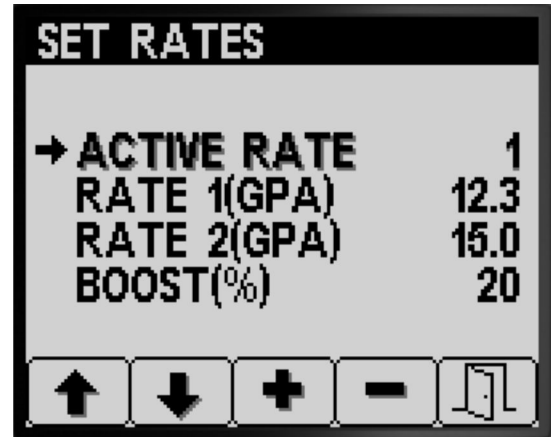

図 5
- ボタン 1 と 2 でアクティブレート間の移動 図 5。
- ボタン 4 はアクティブレートの入力 図 5。
- ボタン 3 と 4 は、プログラムされたアクティブレートをRATE 1またはRATE 2にセット 図 5。